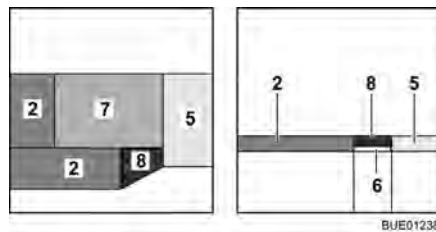

Bild 93 Efter ombyggnaden
- Lägg extradynan (Bild 93,7) på bordet.
- Lägg den extra dynan (Bild 93,8) på sängbreddningen.